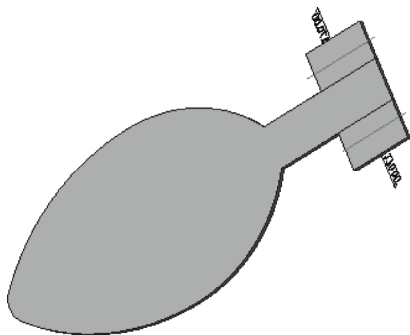

图 13-59 打开模型文件
STEP 01 单击快速访问工具栏中的“打开”按钮, 打开模型文件, 如图 13-59 所示。